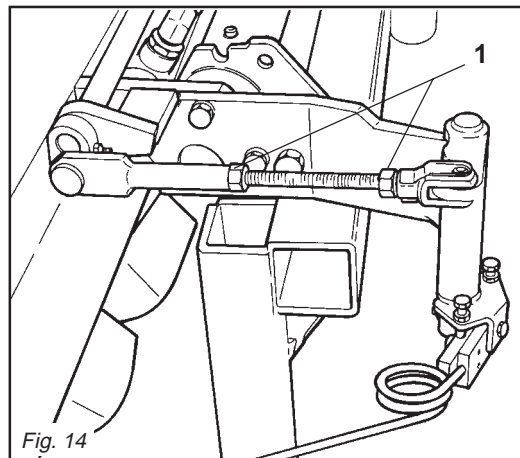

Fig. 14
ta tastatore (1 Fig. 14).
tastatore (1 Fig. 14).
holding the feeler (1 Fig. 14).*
ing pin (1 Fig. 14).*
- Die Muttern (1Abb. 14) der Gewinde-
- Die Befestigungsmuttern (1 Abb. 14)